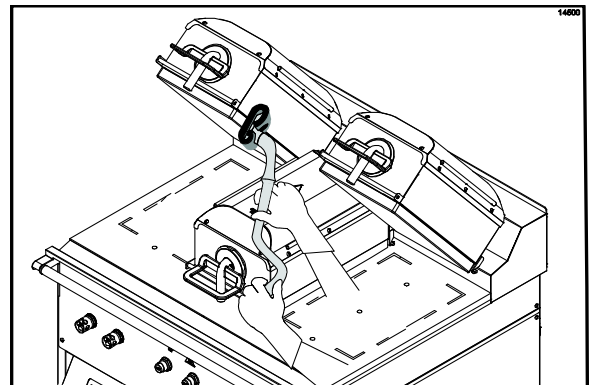

Abbildung 95
21. Grillreinigungsflüssigkeit auf die Innenkanten der rechten und der linken oberen Grillplatte auftragen. (Siehe Abbildung 95.)